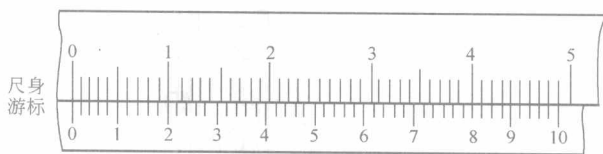

图 2-3 1/50mm 游标卡尺刻线原理
1) 1/50 (0.02)mm 游标卡尺，尺身每小格为 1mm，游标上把 49mm 分成 50 格，当两量爪合并时，游标上 50 格刚好与尺身的 49mm 对正，如图 2-3 所示。因此，游标上每小格为 $49\text{mm}/50 = 0.98\text{mm}$ ，尺身与游标每格之差为 $1\text{mm} - 0.98\text{mm} = 0.02\text{mm}$ ，这就是 1/50mm 游标卡尺的读数值。